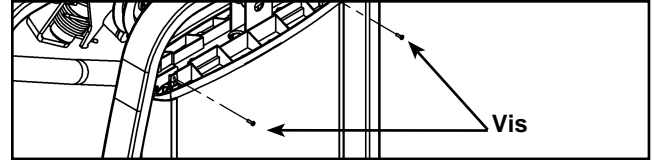

Figure 7
- G. Retirez les deux vis supérieures qui fixent le capot arrière. Reportez-vous à la figure 7.